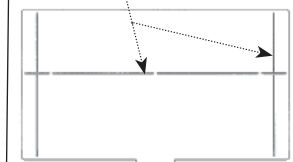

Fig. 9
- If additional space is required for devices greater than 1.7"(43 mm) in depth but not exceeding 2.9"(73 mm) depth attach (6) standoffs (b1) to mounting bracket (f). Depths measured from device mounting surfaces.
- Insert divider (b) between power side and data side. For 50/50 (Fig. 6) combinations insert divider tab into slot (c), Fig. 8. For 60/40 combinations (Fig. 7), break off ends of the divider along scores (See Fig. 9) and insert into slot (d), Fig. 8. For shallow depth applications break off top edge of divider plate.
- b. S'il faut plus d'espace pour les dispositifs de plus de 43 mm, mais n'excédant pas 73 mm de profondeur, fixer (6) éléments (b1) au support de montage (f). Calculer la profondeur à partir de la surface de montage du dispositif.
- c. Insérer le séparateur (b) entre les compartiments d'énergie et de données. Pour une répartition 50/50 (Fig. 6), insérer le séparateur dans la fente (c), Fig. 8. Pour une répartition 60/40 (Fig. 7), casser les extrémités du séparateur le long des marques (consulter la Fig. 9) puis insérer dans la fente (d), Fig. 8.